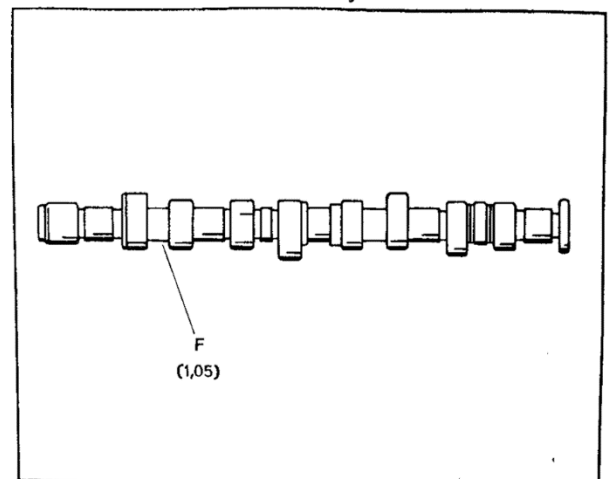

Bild M 28. Nockenwellenkennzeichnung
- Kennzeichnung siehe Bild M 28
- (5) Tassenstößel
- (6) geteilte Kegelstücke
- (7) Ventildederteller